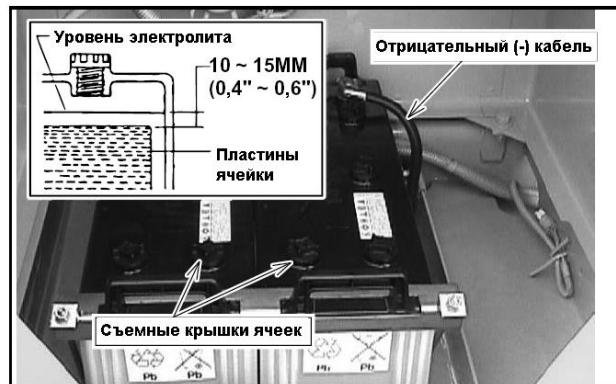

Рисунок 4.74
4. ПОБОЧНЫМ ПРОДУКТОМ ЭЛЕКТРОЛИТА (КИСЛОТЫ) ЯВЛЯЕТСЯ ЧРЕЗВЫЧАЙНО ВЗРЫВООПАСНЫЙ ГАЗООБРАЗНЫЙ ВОДОРОД. НЕ ДОПУСКАЙТЕ ИСКР, ОТКРЫТОГО ПЛАМЕНИ И НЕ КУРИТЕ ПРИ РАБОТЕ С АККУМУЛЯТОРАМИ (РИСУНОК 4.74).
2. Снимите крышки аккумуляторных ячеек и визуально проверьте уровень электролита (кислоты). Электролит должен покрывать пластины ячеек на 10-15 мм (0,4"-0,6"). См. рисунок 4.74.